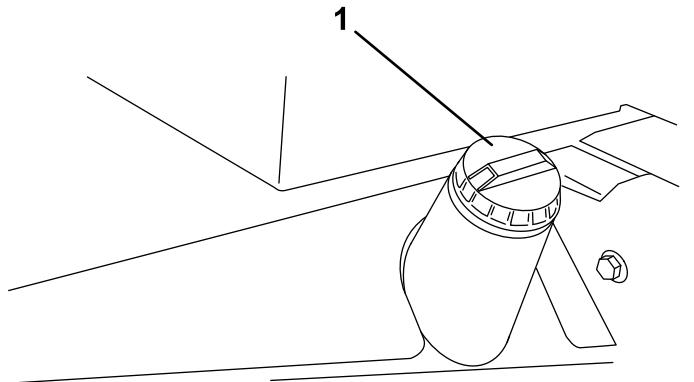

Figura 27
- Retire a tampa do depósito de combustível (Figura 27).